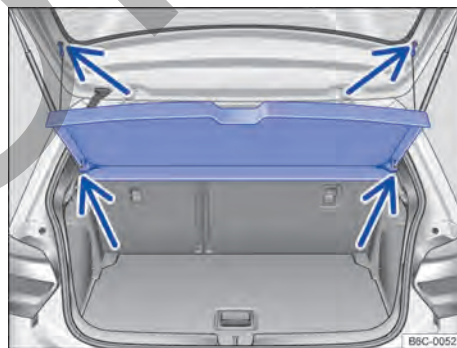

Fig. 148 En el maletero: desmontar y montar la bandeja trasera.
- Desprender los cordones de retención del soporte del portón trasero → fig. 148 (flechas superiores).
- Retirar la bandeja trasera hacia atrás y hacia afuera de los soportes laterales → fig. 148 (flechas inferiores).
- Empujar la bandeja trasera hacia adelante, introduciéndola en los soportes laterales → fig. 148 (flechas inferiores).
- Encajar los cordones de retención en la portón trasero → fig. 148 (flechas superiores).